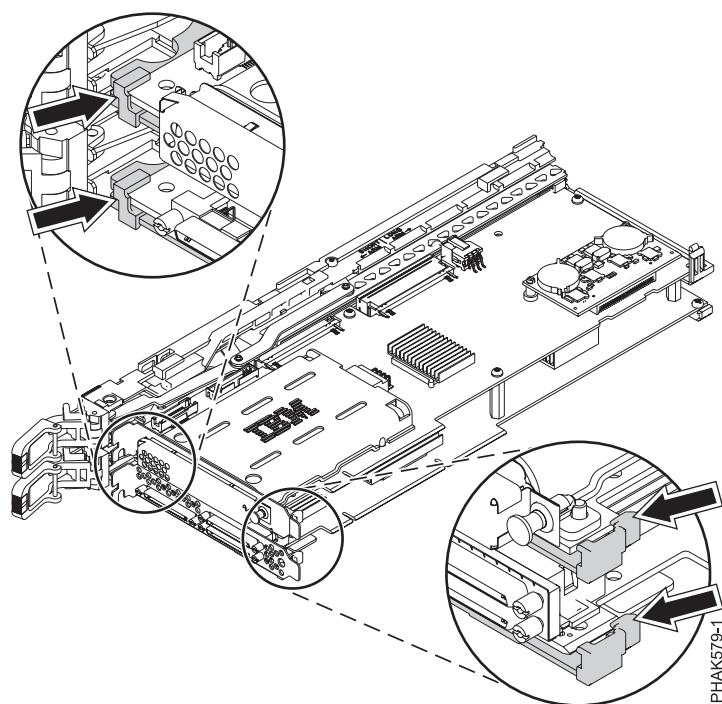

Figure 74. Dégagement des coins du bloc-cassette
- a. Retirez le coin supérieur de la contre-poupée de la carte double largeur des encoches du bloc-cassette. Levez la contre-poupée de la carte double largeur pour libérer la partie inférieure de la contre-poupée du bloc-cassette. Voir figure 74.